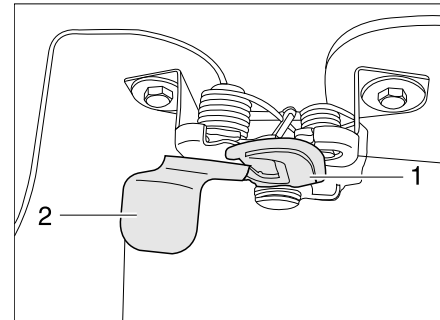

Bild 31 Entriegelungshebel Motorhaube außen
- Mit einer Hand unter die Motorhaube greifen und den Sicherungshaken (Bild 31,1) betätigen. Dazu hinter die Platte (Bild 31,2) greifen und die Platte nach vorn ziehen.